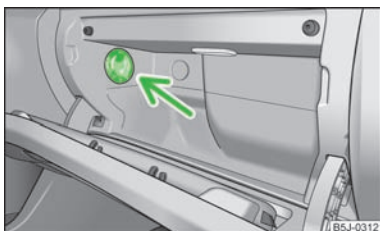

Abb. 64
- › Mit dem Drehschalter » Abb. 64 wird die Luftzufuhr geöffnet bzw. verschlossen.